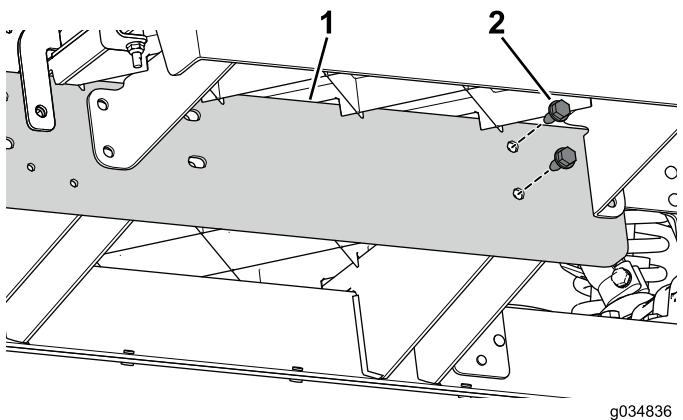

图72
3. 使用 2 个螺栓  $5/16 \times 3/4$  英寸将延长轨道松松地安装到机器前部的中央通道上 图72。